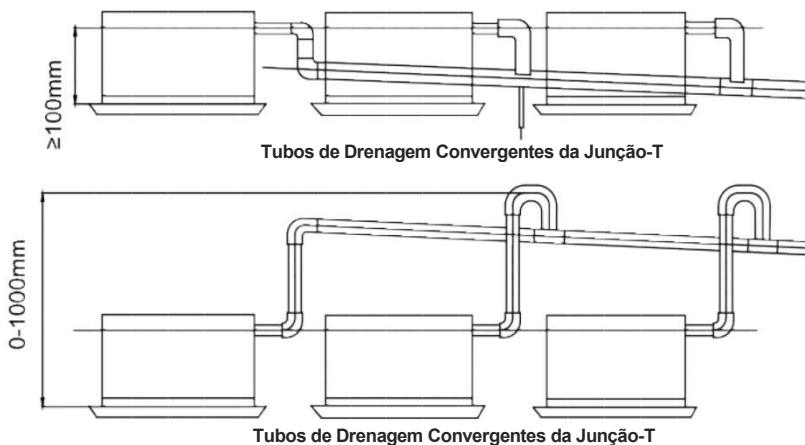

Fig. 22
- (3). Quando a mangueira de drenagem requer extensão, obtenha uma mangueira de extensão disponível no mercado.
- (4). Após conectar a mangueira de drenagem local, prenda com fita os cortes do tubo de isolamento térmico.
- (5). Conecte a mangueira de drenagem no tubo de drenagem local. Posicione o fio de interconexão na mesma direção da tubulação.
- (6) Ao unificar vários tubos de drenagem, instalar os tubos conforme (Fig. 22). Os tubos devem ser adequados a capacidade de funcionamento.